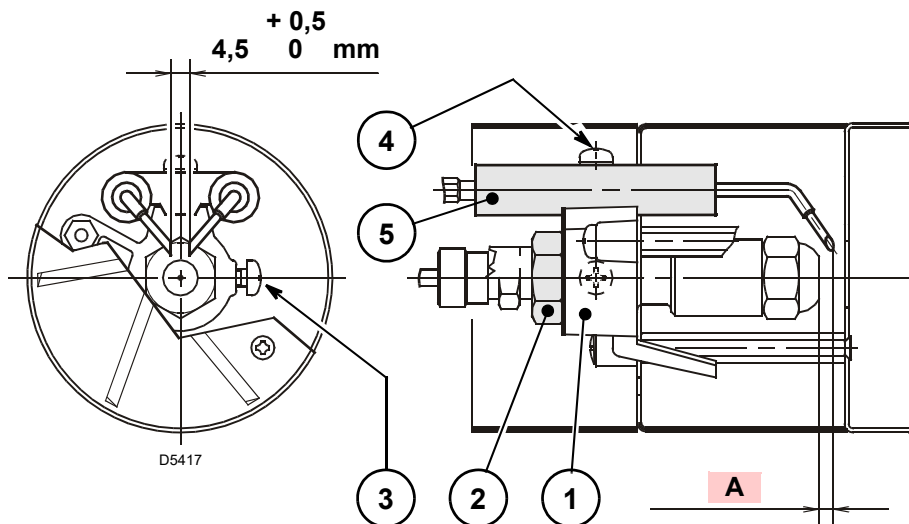

Abb. 15
Die Abstände in Abb. 15 müssen eingehalten werden.
- Den Stauscheibenhalter 1)(Abb. 15) auf den Düsenstock 2) legen und mit der Schraube 3)(Abb. 15) fixieren.
- Die Kabel 1) von den Elektroden abziehen, die Schraube 3)(Abb. 15) lockern und die Stauscheibenhalterung 6) aus dem Düsenstock 5) ziehen.